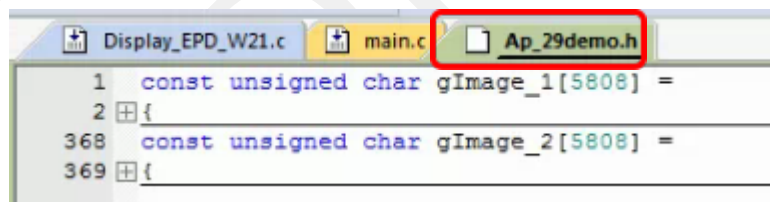

图10 更换图片数据
4) 点击图10中的Ap_29demo.h，可在其中更换需要显示的图片数据（图片数据需要通过取模软件Image2Icd对图片取模来获取）；
- 9) 更换图片时，需要使用Keil4修改图片数据（如图10），修改完成后进行编译（如图8）即可生成新的mdk.hex文件，重新选择该文件即可进行下载。